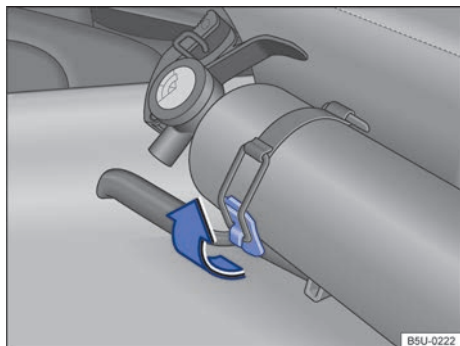

Fig. 152 En el asiento del conductor: extintor de incendio.
- Soltar la abrazadera de fijación, tirando hacia arriba → fig. 152 en el sentido de la flecha.